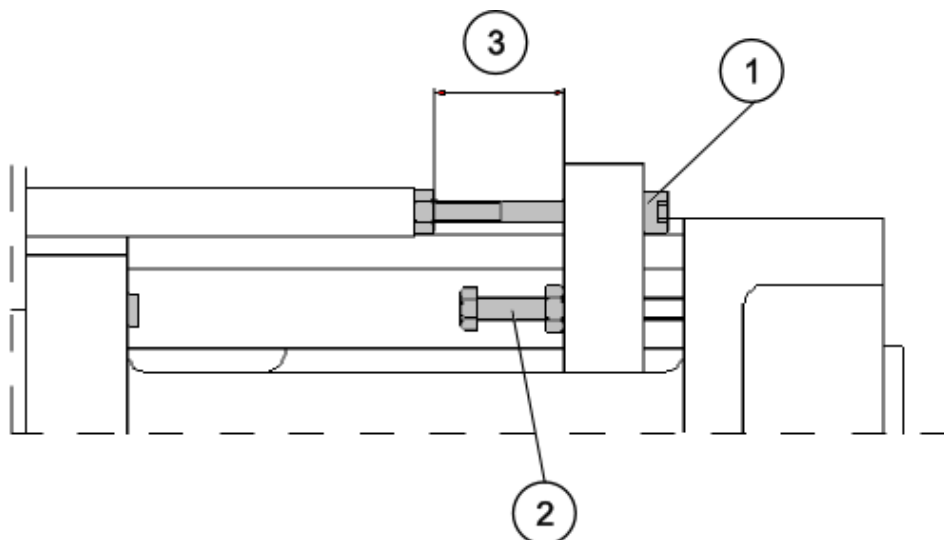

Fig. 12.
Vid pneumatiska, elektriska eller induktiva givare inställes övergången med skruven, se Fig. 12. Pos. 1, som vid returkörningen av matningsspindeln drar tillbaka matningskontrollens kolvstång i läge för nästa uppbromsning. För att kunna ställa in övergången utmed hela slaglängden levereras med enheten två stycken skruvar med andra längder.
Först inställes ett något kortare (t.ex. 0,5 mm) borrhjup eller vändläge än det önskade enligt punkt 2. Sedan inställes borrhjupet eller vändläget med ställskruven, se Fig. 12. Pos. 2, och låses sedan med en låsmutter. OBS! Impuls från givaren måste erhållas innan matningsspindeln når det positiva stoppet.
1. Övergången från snabbmatning till arbetsmatning inställes, se stycket "Inställningar", punkt 1, så att med säkerhet hastigheten hinner gå över till arbetsmatning innan verktyget når arbetsstycket. Mät avståndet från verktygets framkant till arbetsstycket och ställ in avståndet enligt, Fig 12. Pos. 3, på ett något kortare avstånd. OBS! När enheten är utrustad med linjärgivare måste hänsyn tas till reaktionstiden för ventilen. Värdet som inställes med hjälp av det externa styrsystemet måste vara så mycket kortare än det uppmätta avståndet så att uppbromsning hinner ske.